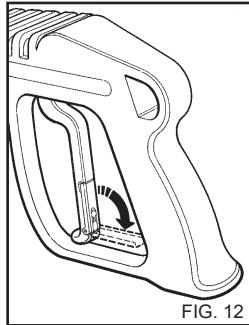

FIG. 12
- Lukitse laitteen varressa olevat turvalaite silloin, kun laitetta ei käytetä. (Fig. 12).